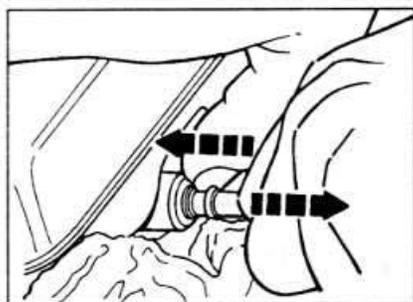

Рис. 9.40. Отсоединение обратной трубки тормозной жидкости от бачка на моделях с ABS.
- Отвинтите соединительные гайки от тормозного цилиндра и отсоедините тормозные трубки. На автомобилях оборудованных системой ABS, при отсоединении обратных трубок от бачка, нажмите фиксатор к резервуару и извлеките трубку (см. рис. 9.40). Закройте трубки пробками.